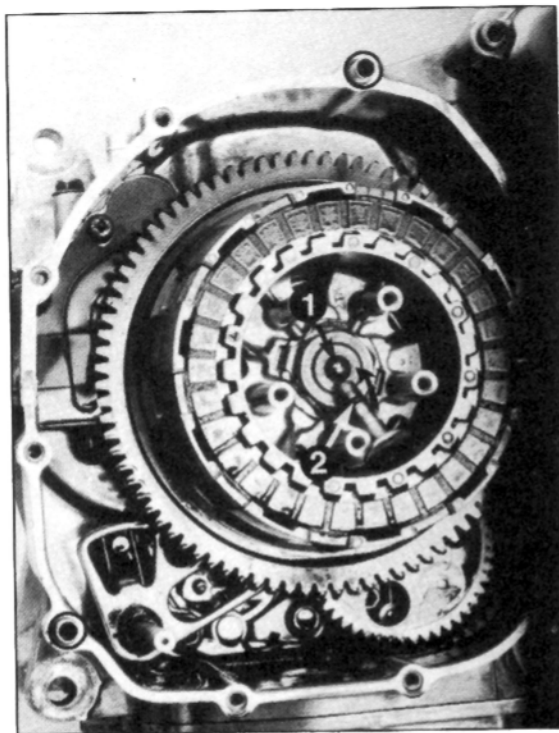

Bild 109
- Druckstange, Kugel und Druckpilz mit O-Ring gefettet einsetzen, siehe Bild 109.
- Zwei Passhülsen einsetzen, siehe Bild 109 und Deckel mit neuer Dichtung aufsetzen.